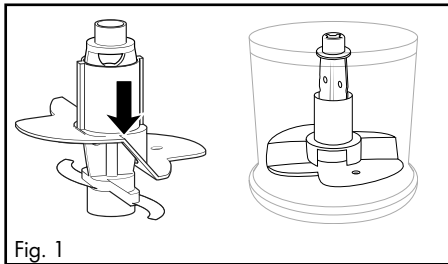

Fig. 1
- Pour 100 ml de crème, montez l'accessoire batteur sur le porte-lame **6** de sorte que l'accessoire batteur **11** s'applique sur les deux lames-hélice **8** et s'enclenche (fig. 1) :